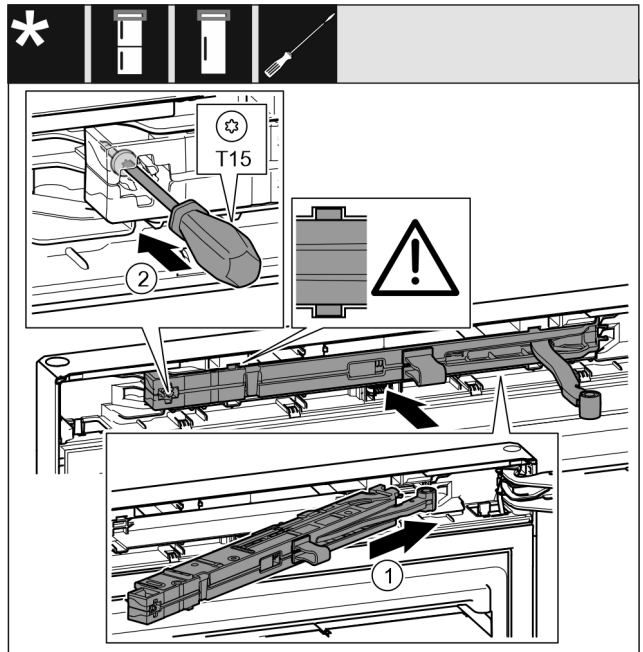

Fig. 48
- ▶ Futni pjesën përshtatëse në fole në anën e dorezës. Fig. 48 (1)*
- ▶ Mbërtheni fort vidat me një kaçavidë T15. Fig. 48 (2)*